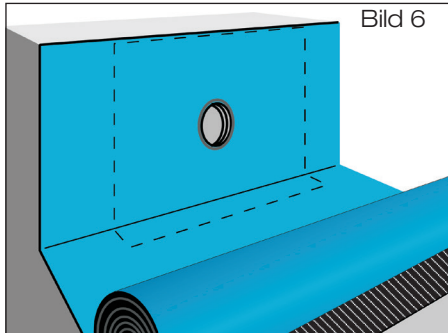

Bild 6
- 1.7 **Dampfsperrbahn aus Bitumen:** Oberseite der Anschlussmanschette durch Erhitzen verflüssigen (Schweißverfahren). Dampfsperrbahn paßgenau über den Schiebeflansch mit Anschlussmanschette im flüssigen Heißbitumen ausrollen (Bild 6), anschließend gleichmäßig andrücken bzw. anrollen.